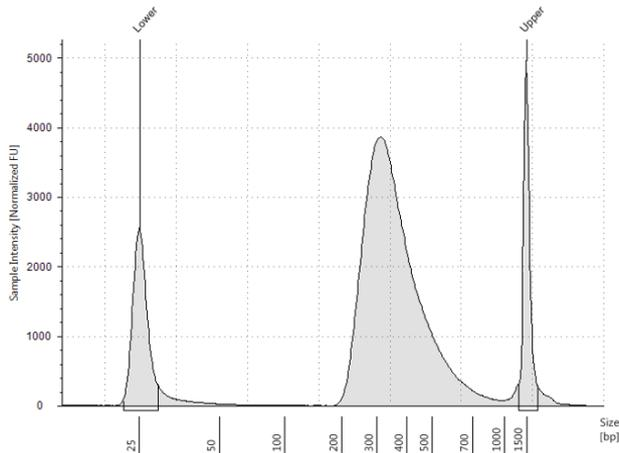
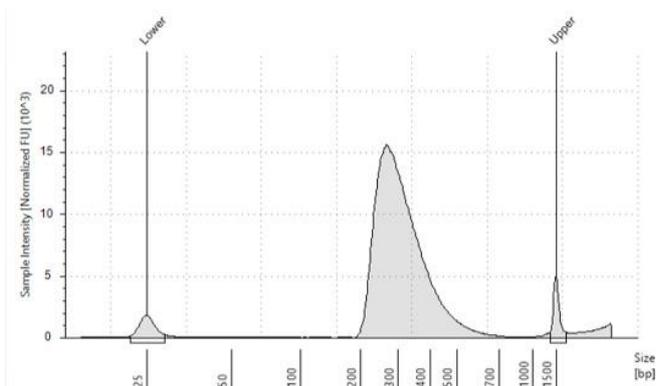
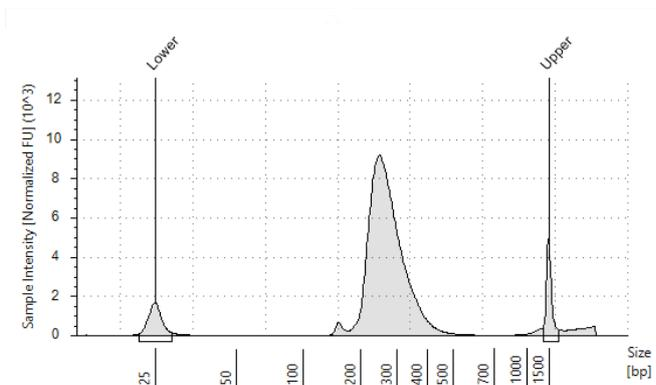

図 8 高品質 gDNA サンプルから調製したキャプチャ前のライブラリの電気泳動図(D1000 アッセイ)
図 9 典型的な FFPE gDNA サンプルから調製したキャプチャ前のライブラリの電気泳動図(D1000 アッセイ)
図 10 低品質 FFPE gDNA サンプル(コバリスによる断片化)から調製したキャプチャ前のライブラリの電気泳動図(D1000 ScreenTape アッセイ)
17. 泳動終了後、エレクトロフェログラムで期待される DNA フラグメントサイズのピークが得られているか確認します(表 54 のガイドラインを参照ください)。2 x 100 bp リード用に断片化された DNA から作製されたライブラリのエレクトロフェログラム例は図 8(高品質 DNA から調製したライブラリ)、図 9(中程度の品質の FFPE DNA から調製したライブラリ)および図 10(低品質の FFPE DNA から調製したライブラリ)に示されています。
目的とされるピーク以外に低分子領域にピークが生じている場合、アダプターダイマーの存在が示唆されます。図 10 と同程度に占められている割合が低い場合は、ターゲットエンリッチメントの工程に進むことができます。その他については 157 ページのトラブルシューティングガイドを参照ください。